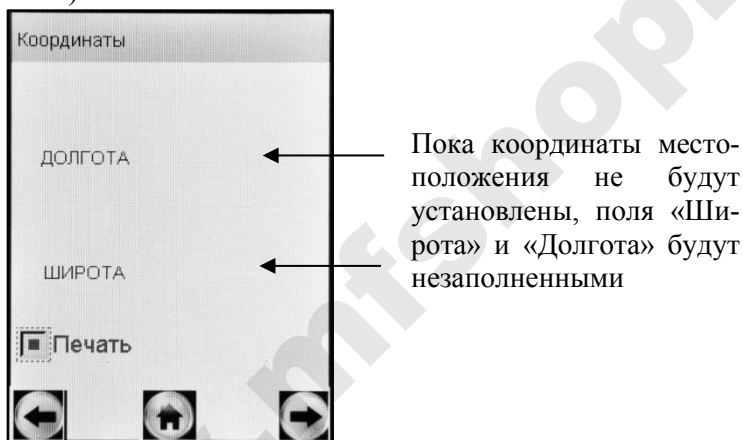

Рисунок 10 – Меню системы позиционирования
На сенсорном экране появится окно «**Координаты**» (рисунок 10).
2.5.7.6 Для активации функции автоматического внесения координат местоположения в протокол измерения, коснитесь стилусом квадратика «Печать» (рисунок 10). В этом случае в распечатываемом протоколе измерения добавится поле с координатами места проведения измерения.